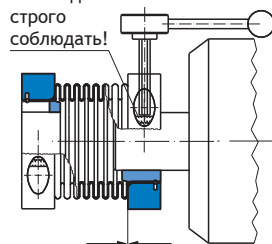

Рис. 5
- Непрерывно избегать повреждения металлического сильфона (1) до и при монтаже.
- Зажимное кольцо (2) с фиксирующей пружиной (3) должно быть зафиксировано в переходной втулке (5) или соответственно в переходной втулке с коническим отверстием (6).
- Так, чтобы указанный в Таблице 1, на стр. 5 крутящий момент передавался надёжно, шлицы металлического сильфона (1), зажимного кольца (2) и переходной втулки (5) должны быть выставлены один за другим (см. рис.5).
2. Задвиньте собранную муфту на всю длину переходной втулки (5) на один вал.
3. Убедитесь в том, что металлический сильфон (1) вставлен до упора между зажимным кольцом (2) и переходной втулкой (5) и шлицы металлического сильфона (1), зажимного кольца (2) и переходной втулки (5) направлены друг за другом (см. рис.5).
4. Затяните винт с цилиндрической головкой (4). Момент затяжки винтов (см. Технические данные, стр. 4) необходимо строго соблюдать.
5. Продвиньте второй вал в муфту на всю длину переходной втулки (5).
6. Контролируйте, зашел ли металлический сильфон (1) до упора между зажимным кольцом (2) и переходной втулкой (5) и направлены ли шлицы металлического сильфона (1), зажимного кольца (2) и переходной втулки (5) друг за другом (см. рис. 5).
7. Затяните винт с цилиндрической головкой (4). Момент затяжки винтов (см. Технические данные, стр. 4) необходимо строго соблюдать.
1. Снимите зажимное кольцо (2) с выступающей переходной втулкой с коническим отверстием (6) с муфты.
3. Наденьте переходную втулку с коническим отверстием (6) на конический вал.
4. Закрепите переходную втулку с коническим отверстием (6) с помощью гайки или винта с пресс-крышкой.
5. Наденьте оставшуюся часть муфты с открытой стороны металлического сильфона до упора между зажимным кольцом (2) и переходной втулкой с коническим отверстием (6).
6. Затяните винт с цилиндрической головкой (4). Момент затяжки винтов (см. Технические данные, стр. 4) необходимо строго соблюдать.
7. Продвиньте второй вал в муфту на всю длину переходной втулки (5).
8. Контролируйте, зашел ли металлический сильфон (1) до упора между зажимным кольцом (2) и переходной втулкой (5) и направлены ли шлицы металлического сильфона (1), зажимного кольца (2) и переходной втулки (5) друг за другом (см. рис. 5).
9. Затяните винт с цилиндрической головкой (4). Момент затяжки винтов (см. Технические данные, стр. 4) необходимо строго соблюдать.